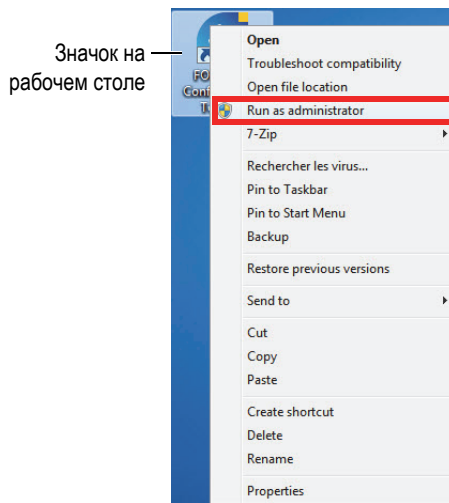

Рис. 5-1 Открытие инструмента конфигурирования
- ◆ На рабочем столе, щелкните правой кнопкой мыши на значок Configuration Tool (Инструмент конфиг.), а затем щелкните **Run as administrator** > **Yes** [Запустить от имени админ. > Да] (см. Рис. 5-1 на стр. 26).